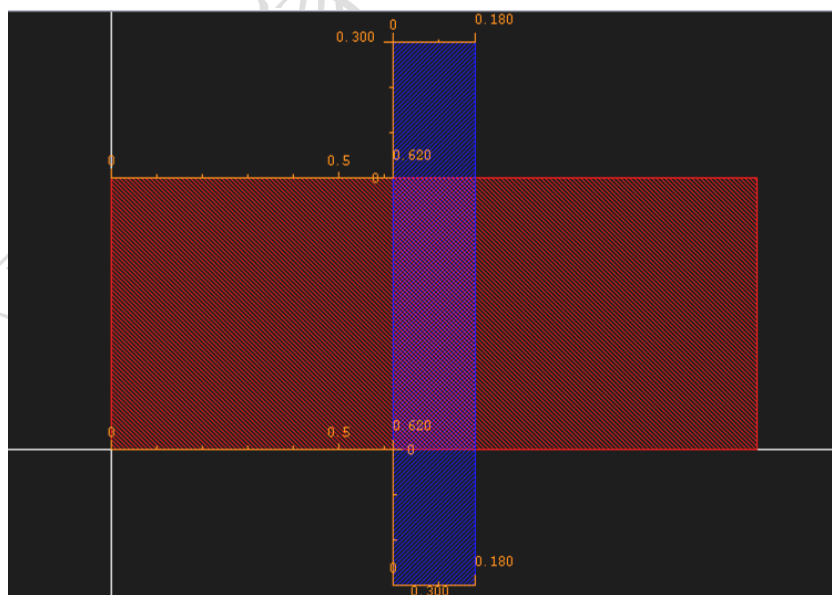

图 6.4 画栅
③画多晶硅栅。键入快捷键大写的 K 清除当前所有标尺。然后利用标尺，于有源区中间定位好栅的位置。再于 LSW 窗口中选择 GT 层，然后再在 Virtuoso 中沿标尺画栅。如图 6.4 所示，注意由设计规则 GT.5 知多晶硅栅相对有源区的最小延伸为 $0.22\mu\text{m}$ 。